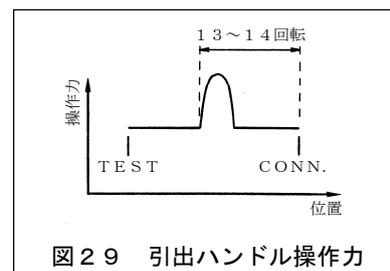

図2 9 引出ハンドル操作力
●操作の途中で主回路接触子の接触が始まり、図2 9に示すように回転に要する操作力が大きくなります。故障ではありません。挿入操作を終えないでください。ほぼこの位置から13~14回転すると接続位置になり、最大操作力で回転しなくなります。
- 6) 遮断器固定ボルト (図2 7 ②) 付の場合、これを締付けて遮断器本体を固定します。